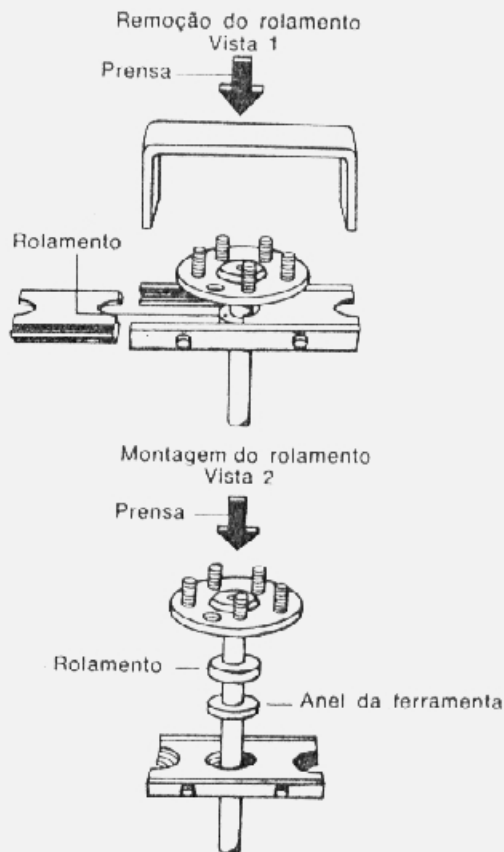

fig. 4 — remoção e instalação do rolamento da semi-árvore
5. Retirar o rolamento com a ferramenta T60K-1225-A (fig. 4 - vista 1).
2. Introduzir a placa de retenção do rolamento na semi-árvore e, utilizando uma prensa e ferramenta T60K-1225-A, instalar o rolamento (fig. 4 - vista 2).